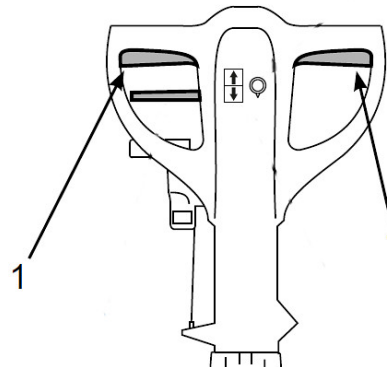

Abb. 30: Bürstensteuerhebel
- Schritt 4: Betätigen Sie den Bürstensteuerhebel (Pos. 1, Abb.30) um die Bürstenrotation einzuschalten.